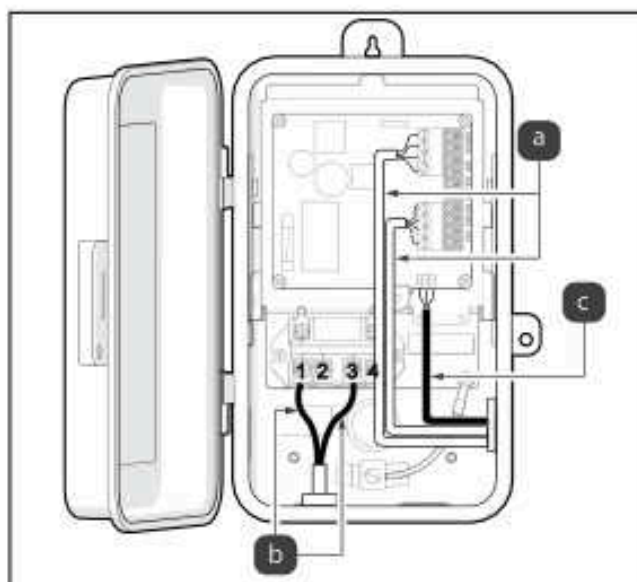

Figura 12. Versión para piscina únicamente; conexión de entradas de línea y cable JVA
2. Ubique los dos cables de energía de entrada que provienen del disyuntor; consulte la Figura 12 (a).
3. Conecte una entrada de "línea" en el terminal 1 y la otra en el terminal 3; consulte la Figura 12 (b).
5. Conecte el cable JVA; consulte la Figura 12 (c).